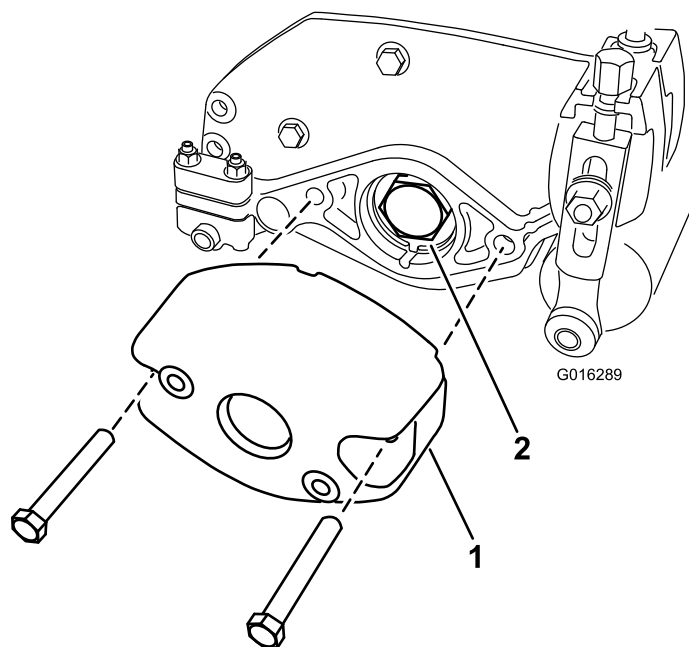

図 2
5. カウンタウェイトをカッティングユニットの右側端部に固定しているボルト2本とナットを外す。カウンタウェイトを取り外す 図 2。
6. リールのシャフトからベアリングナットを外す 図 2。